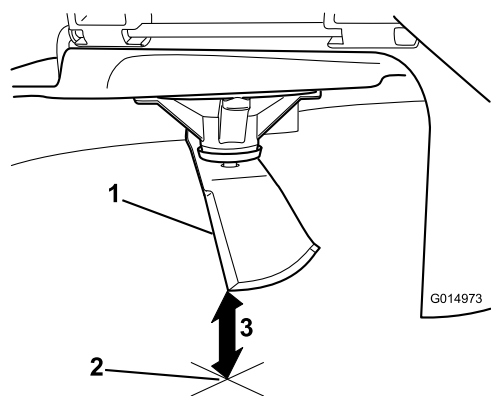

Figura 72
3. Meça da ponta da lâmina até à superfície plana (Figura 72).